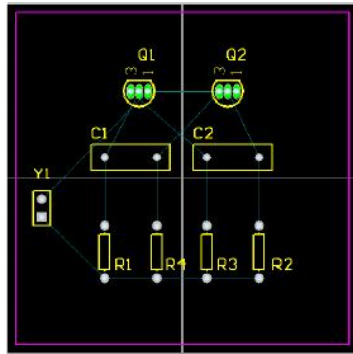

Figure 5. Components placed on the PCB
6、参照 Figure 5 所示放置其余的元件。当你拖动元件时，如有必要，使用 SPACEBAR 键来放置元件，这样飞线就如 Figure 5 所示。